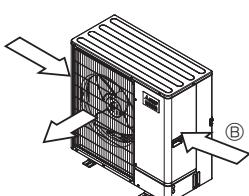

Fig. 2-4
- ③ Εγκαταστήστε τη μονάδα με τρόπο ώριτε ο αέρας που βγαίνει από το στόμιο εξαγωγής να φυσά κάθετα σε σχέση με την κατεύθυνση του ανέμου, εάν αυτό είναι δυνατό. (Fig. 2-4)
- ④ Κατεύθυνση ανέμου